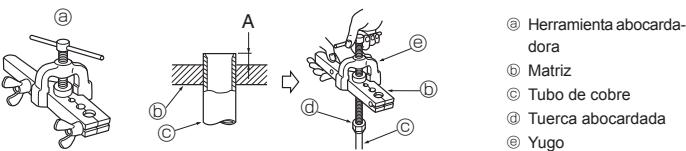

Fig. 5-5
5.3.4. Labores de abocardamiento (Fig. 5-5)